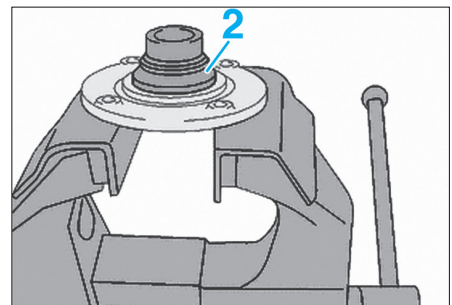

FIG. 35
• Extraire le moyeu avec sa demi cage intérieure de roulement (2) (Fig.35).